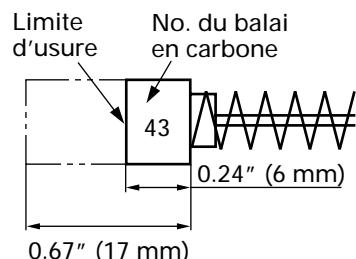

Fig. 5
3. Inspection des balais en carbone (Fig. 5)
REMARQUE: Utiliser le balai en carbone HITACHI No. 43 indiqué sur la Fig. 5.